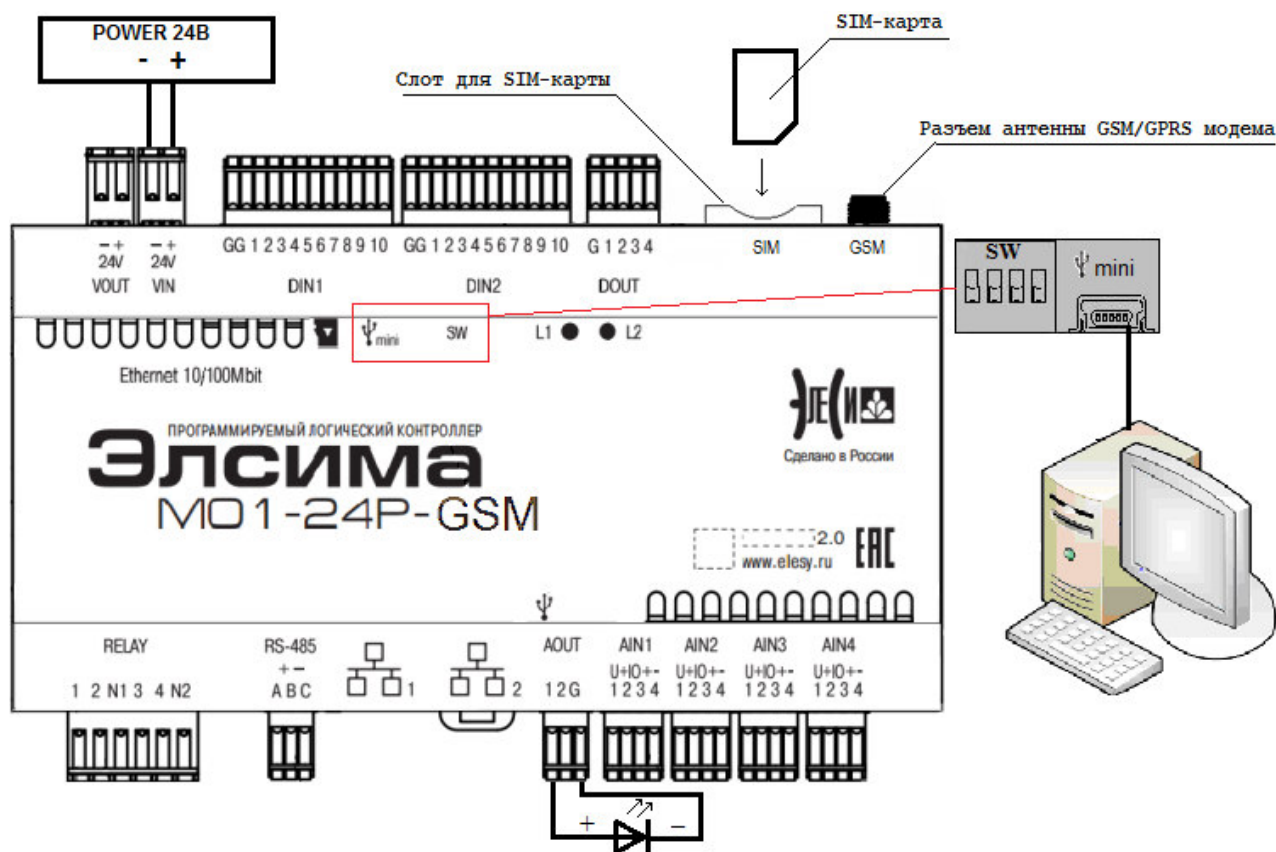

Рисунок 2.1 – Схема подключения контроллера и модуля УВВ
1. Установить SIM-карту в соответствующий слот «SIM» контроллера Элсима контактами в сторону крепления к DIN-рейке скошенным углом вниз (рисунок 2.1).
5. Подключить контроллер к компьютеру путем соединения разъема «mini-USB тип В» (USB2, « mini») ПЛК кабелем USB с ПК (рисунок 2.1), используя драйвер виртуальной сети RNDIS. Подробную информацию о драйвере можно найти в документе «Контроллер программируемый логический Элсима. Руководство по эксплуатации».